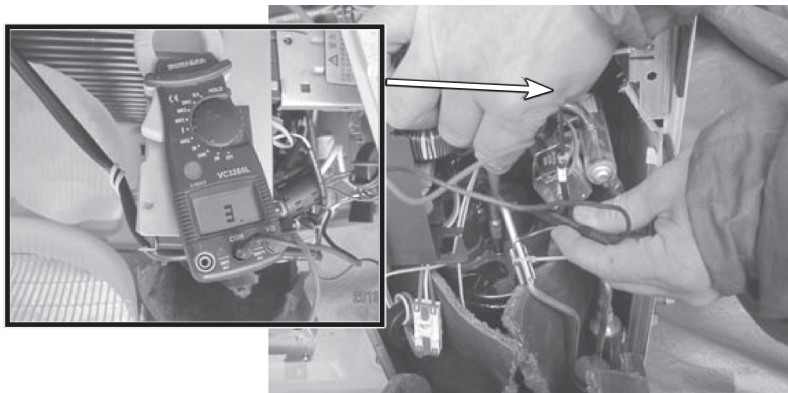
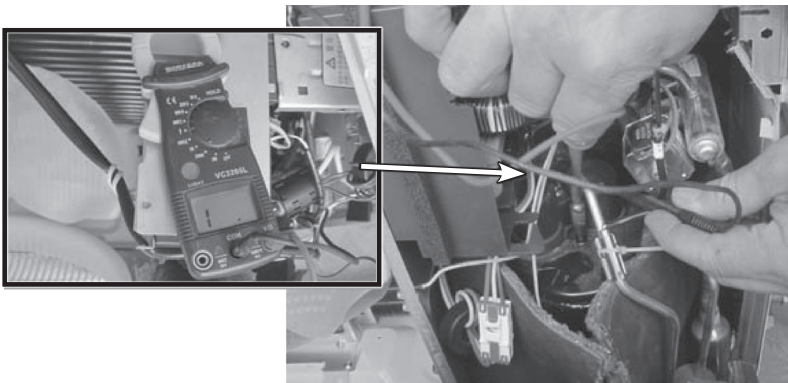

图 4-51 U、W 端电阻
图 4-52 U、V 端电阻
7) 断电, 用万用表电阻档在交流接触器后端测量压缩机阻值。其中 U、W 阻值为 3Ω , 如图 4-51 所示。U、V 和 V、W 阻值为无穷大, 如图 4-52 所示, 说明 V 相开路。